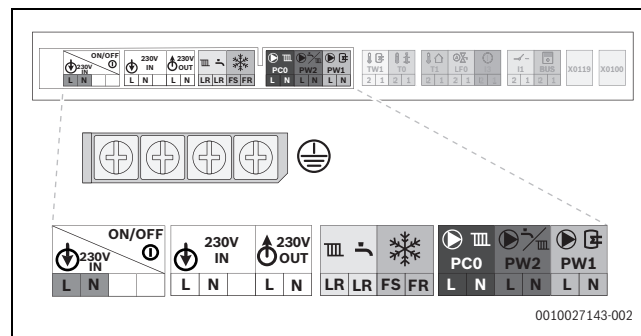
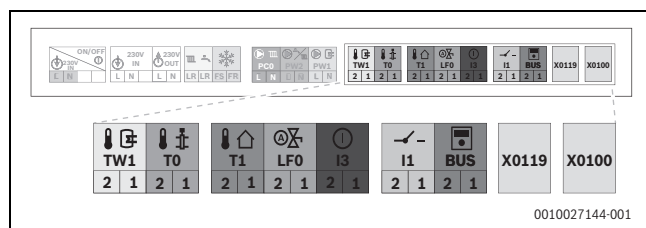

Fig. 106 Plage de tension réseau : bornier
Fig. 107 Plage de basse tension : bornier
- Raccorder le câble au bornier des accessoires externes (→ figure 106 et figure 107).